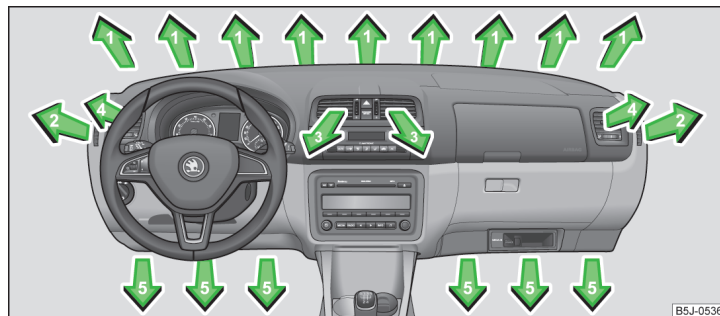

Fig. 99 Bocchette di ventilazione
Le bocchette di ventilazione **3** e **4** » fig. 99 consentono di modificare la direzione del flusso dell'aria e possono essere aperte e chiuse singolarmente. ►
► Ruotare la ruota verticale (bocchette di ventilazione 3 » fig. 99) o la ruota orizzontale (bocchette di ventilazione 4) in posizione 0.
► Ruotare la ruota verticale (bocchette di ventilazione 3) » fig. 99 o la ruota orizzontale (bocchette di ventilazione 4) in posizione 0.
► Ruotare le lamelle orizzontali con l'ausilio dell'elemento di regolazione scorrevole per modificare l'entità del flusso dell'aria » fig. 99.
Consigliamo di lasciare sempre aperte le bocchette di ventilazione **3** » fig. 99 a pagina 93 in qualsiasi modalità operativa.